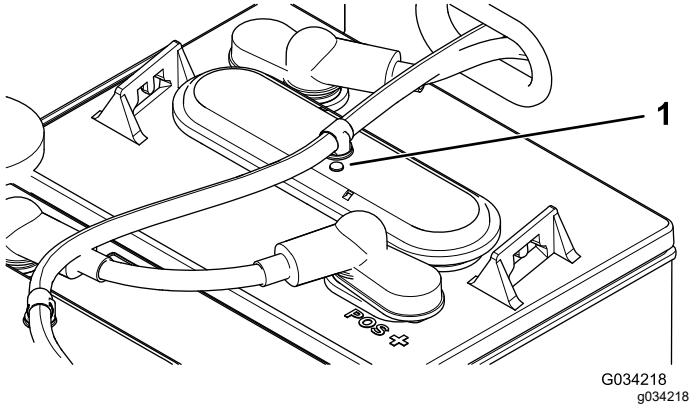

图 40
3. 检查各个电池的孔眼看看是黑色的还是白色的 **图 40**。